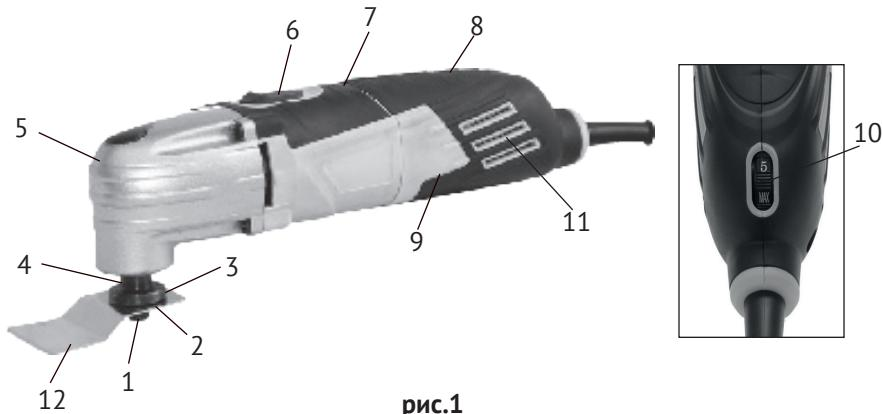

рис.1
1.3 МФИ – инструмент, работающий по осцилляционной технологии. Машина преобразует вращательное движение электродвигателя в высокочастотное колебание рабочего инструмента с небольшой амплитудой. МФИ состоит из коллекторного двигателя в пластиковом корпусе (рис.1 поз.7, 8, 9) и редуктора, расположенного в металлическом корпусе (рис.1 поз.5). Крутящий момент с якоря электродвигателя в редукторе, специальным подшипником и вилкой, преобразуется в возвратно-
поступательное (колебательное) перемещение шпинделя (рис.1 поз.4), расположенного под углом 90° к оси двигателя. Между опорным (рис.1 поз.3) и зажимным (рис.1 поз.2) фланцами шпинделя, винтом M6x12, крепится рабочий инструмент (насадка для определённого вида работы). При шлифовальных (полировальных) работах, на шпиндель устанавливается дельтовидная шлифподошва. На подошву, при помощи липучки крепится шлифовальный (полировальный) лист.
1.4 Инструмент имеет компоновку, при которой МФИ надёжно удерживается одной рукой за корпус, покрытый противоскользящими накладками. Ползунок выключателя (рис.1 поз.6) расположен сверху на корпусе двигателя, смещён вперёд, к редуктору.
1.5 В торцевой части корпуса МФИ, расположен диск регулятора частоты колебаний шпинделя (рис.1 поз.10).
- шестигранным ключом (входит в комплект поставки) открутить винт (рис.1 поз.1) и снять зажимной фланец (рис.1 поз2);
- перевести ползунок выключателя (рис.1 поз.6) вперёд до фиксации в положении «1» - «включено»;
3.2 Для замены щёток необходимо открутить крышки корпуса (рис.1 поз.8 и 9). Извлечь использованные щётки из щёткодержателей и заменить их новыми. Прикрутить на место крышки корпуса. Щётки следует заменять парой для обеспечения равной степени их давления на коллектор якоря.